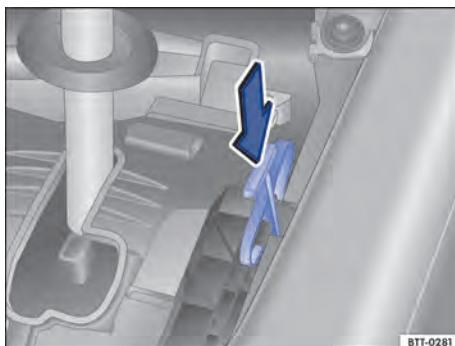

Fig. 165 Embaixo da cobertura do quadro da alavanca cobertura: destravamento de emergência do bloqueio da alavanca seletora.
- Pressionar a alavanca de destravamento \Rightarrow Fig. 165 no sentido da seta e manter nesta posição.